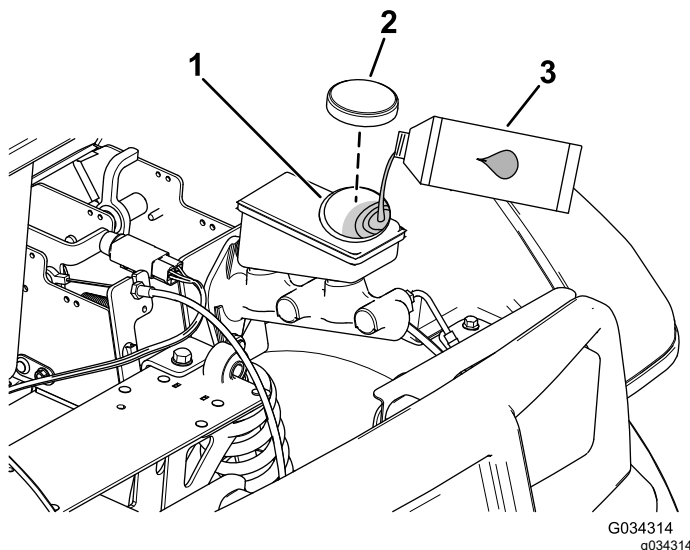

Figure 62
4. Soulevez le capot pour accéder au maître-cylindre de frein et au réservoir (Figure 62).
- A. Nettoyez la surface autour du bouchon du réservoir et enlevez le bouchon (Figure 62).
- C. Remettez le bouchon du réservoir (Figure 62).